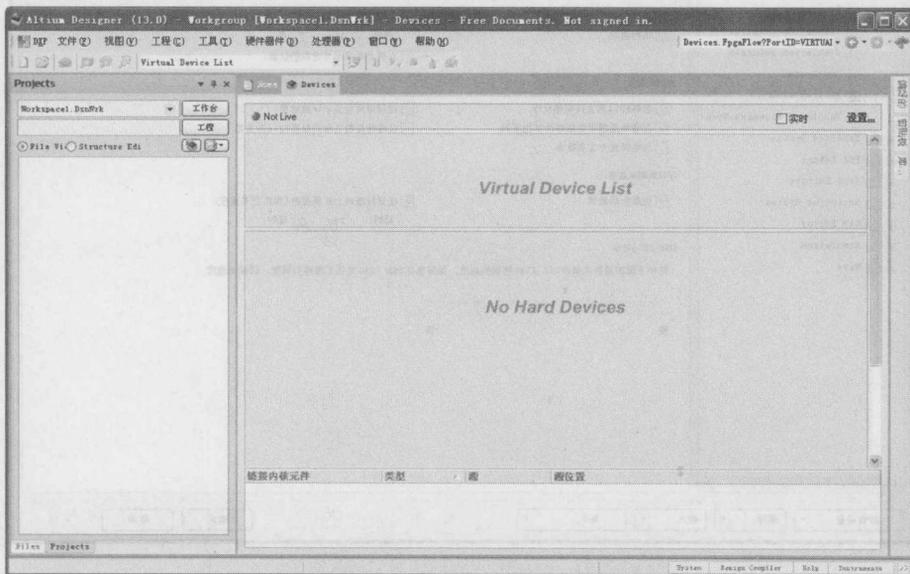

图 1-3 “Device”选项卡
- “连接的器件”命令：单击该命令在主界面右侧弹出如图 1-3 所示的“Device”选项卡，在选项卡中显示要连接的器件。单击右上角“设置”按钮，弹出“参数选择”对话框，自动打开“FPGA Deviced View”选项卡，如图 1-4 所示。